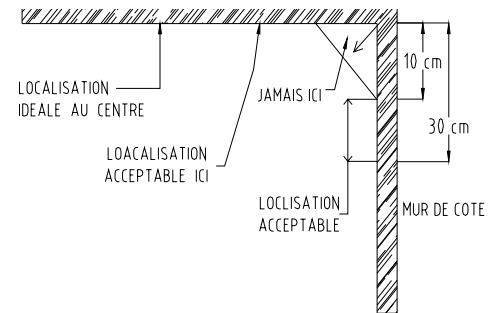

Figure 5
- Placez les avertisseurs de fumée aussi près que possible du centre du plafond. Si ce n'est pas possible, placez-le au plafond à au moins 10 cm (4 pouces) de tout mur ou coin. *Voir figure 5.*
- Si le montage mural est permis par vos codes locaux et provinciaux, placez des avertisseurs de fumée montés au mur entre 10 et 30 cm (4 et 12 pouces) du plafond. *Voir figure 5.*